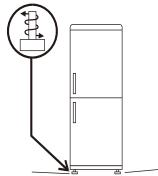

Fig.3
- 3** Pas de voeten aan om de stabiliteit van het toestel te verzekeren en trillingen en ruis te voorkomen (fig. 3). Als het voorste deel hoger is dan de achterzijde, kan de deur gemakkelijker worden gesloten.